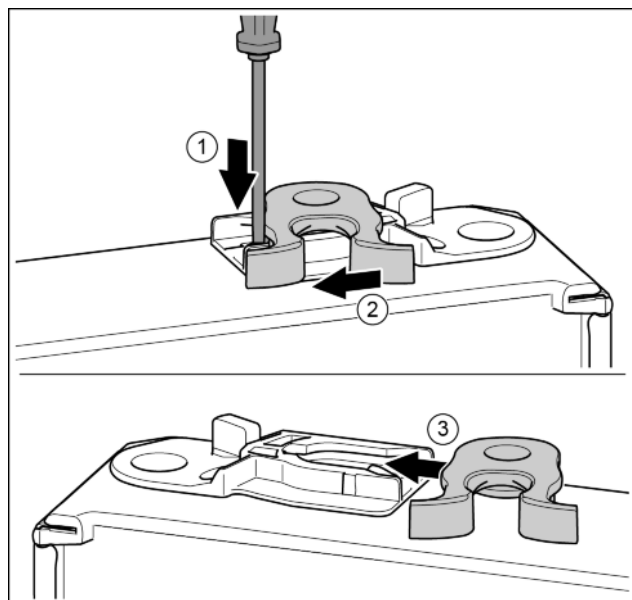

Fig. 19
- ▶ Odvijačem s prorezom pritisnite jezičac prema dolje. *Fig. 19 (1)*
- ▶ Izvucite kuku za zatvaranje iz vodilice. *Fig. 19 (2)*
- ▶ Gurnite kuku za zatvaranje na drugoj strani u vodilicu. *Fig. 19 (3)*